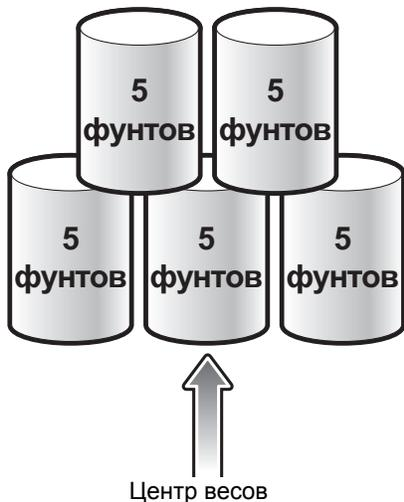

Рис. 4-3 Калибровка весов в фунтах
- а. Поместите на сканер груз весом 25 фунтов, как показано на *Рис. 4-3*: три гири по 5 фунтов, сгруппированные в центре весов, и две гири по 5 фунтов сверху.